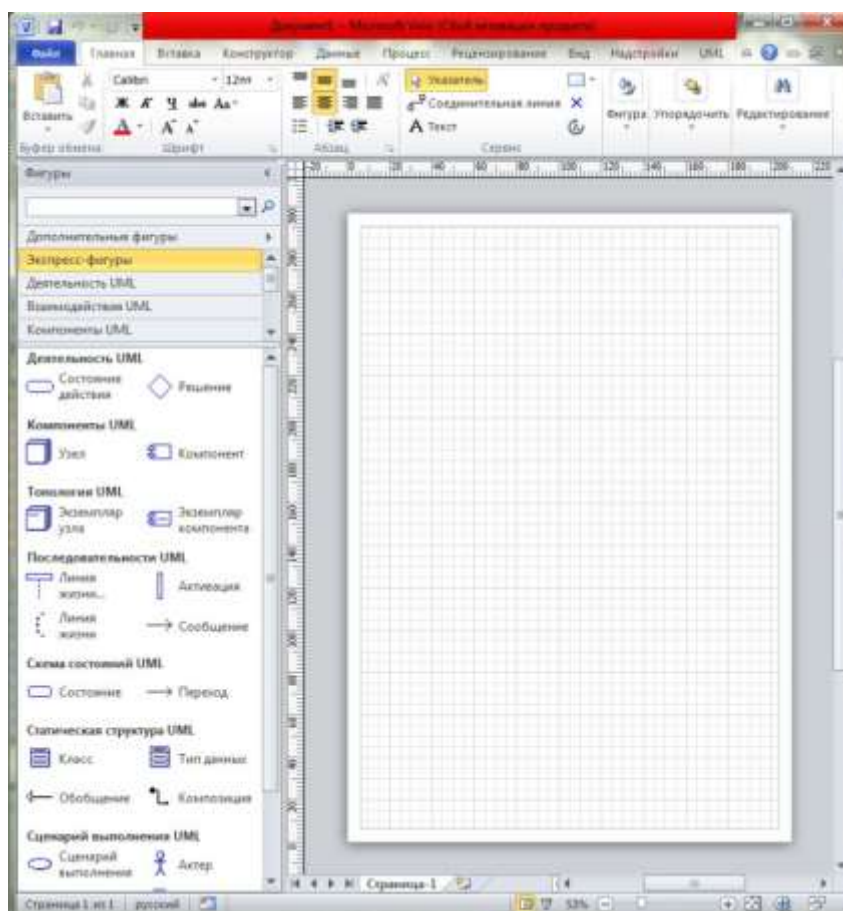

Рис. 2.1. Общий вид окна MS Visio 2010
2. Для изображения прямоугольника на панели инструментов «Сервис» закладки «Главная» найдите и зафиксируйте щелчком мышки пиктограмму с изображением прямоугольника (см. на рис. 2.1 – вверху, примерно над серединой клетчатого листа). Затем, при нажатой правой клавиши мышки вы сможете нарисовать произвольного размера прямоугольник.
4. Для изображения на диаграмме контрагентов, следует воспользоваться графическим символом с изображением человечка (см. на рис. 2.1 – в левой части, внизу, «Актер»). Графический символ переносится на рабочее поле мышкой при нажатой правой клавише.
5. Соедините линиями изображение каждого контрагента с прямоугольником. Для этого на той же панели инструментов щелчком мышки зафиксируйте пиктограмму «Соединительная линия» с изображением линии (см. на рис. 2.1 – вверху, под пиктограммой «Указатель»), и при нажатой левой клавише мышки осуществите соединение фигур.